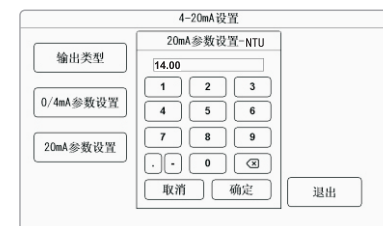

图2-27
- ◆ **20mA参数设置：**点击20mA参数设置弹出如图2-27所示界面，可以修改参数值，选定后按【确定】键确认。